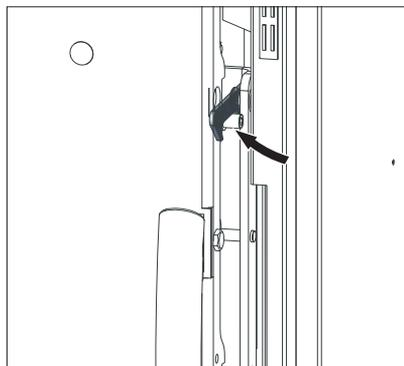

Fig. 5 Ouverture du verrouillage de la porte de remplissage
- ▶ Ouvrir la porte de la jaquette. Le ventilateur tourne. Ouvrir la porte du foyer (porte du haut) jusqu'à la butée du verrouillage, soulever le crochet de verrouillage – (Fig. 5), **ouvrir** entièrement la **porte du foyer**.